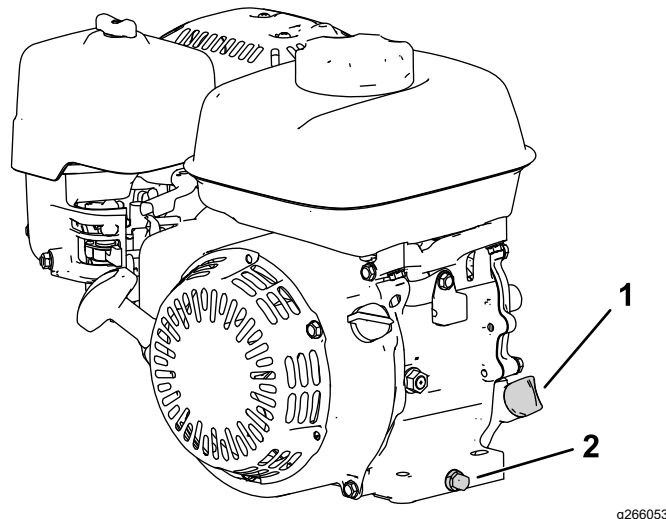

Figura 29
2. Poziționezi mâna astfel încât motorul să fie la nivel și curăți zona din jurul tubului de umplere cu ulei (Figura 29).
- Îndepărtați buonul de golire, aiba și joja (Figura 29).